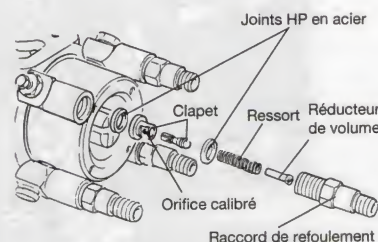

Figure 41.2. Montage du raccord de refoulement
- une *soupape* à réaspiration « percée », employée lorsque le rotor distributeur comporte une « rainure d'égalisation des débits » (fig. 41.2).